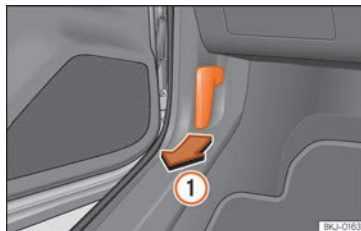

Fig. 178 Palanca de desbloqueo en el espacio reposapiés del conductor.
- Abra la puerta y tire de la palanca que hay debajo del tablero de instrumentos » » » **fig. 178 ①**.